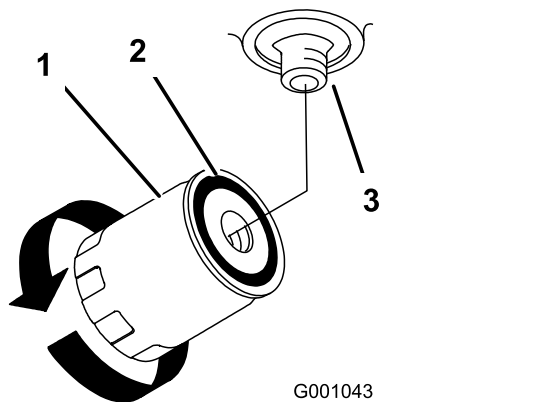

Bild 53
4. Stellen Sie eine Auffangwanne unter den Filter (Bild 53).
5. Entfernen Sie den Altfilter und wischen die Dichtfläche am Anbaustutzen (Bild 53) ab.
9. Drehen Sie den Ölfilter nach rechts, bis die Gummidichtung den Anbaustutzen berührt. Ziehen Sie ihn dann um eine weitere ½ Umdrehung fester (Bild 53).